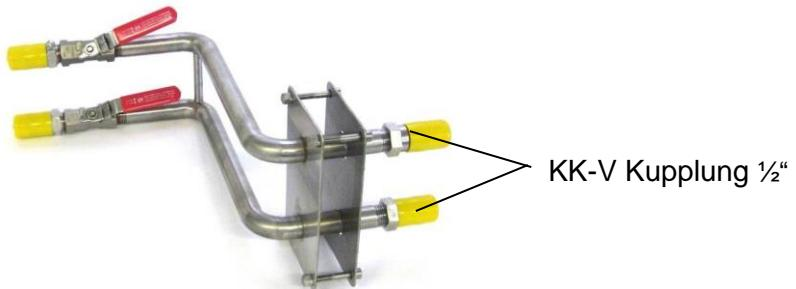

Abb. 13: Anschluss Baugruppe Wasser
- ◆ Nehmen Sie die beiden KK-V Kupplung 1/2“ (siehe Abb. 13:) ab.